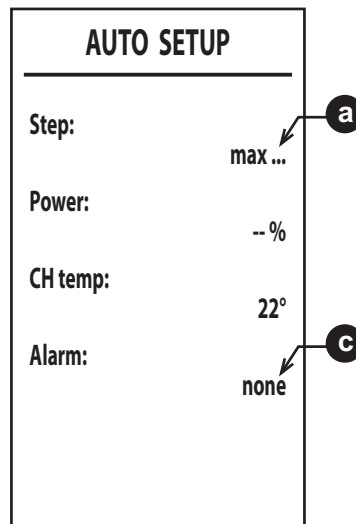

fig. 51
- Si la fase de encendido no tiene éxito, aparece el mensaje **[max_err]** en el punto **a** y un código de error en el punto **c** (fig. 51). En la **Nota 2**, se indican algunas causas posibles del fallo de encendido. Salga de Auto Setup pulsando la tecla **↺**, resuelva la anomalía y repita el procedimiento desde el punto 1.